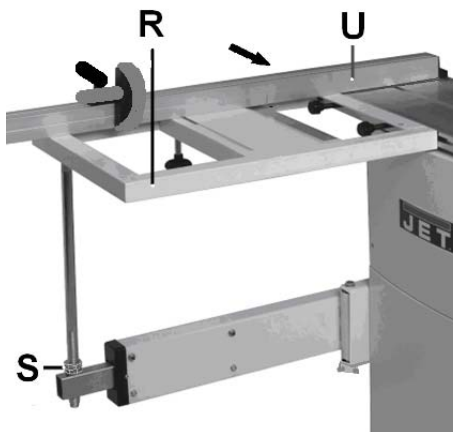
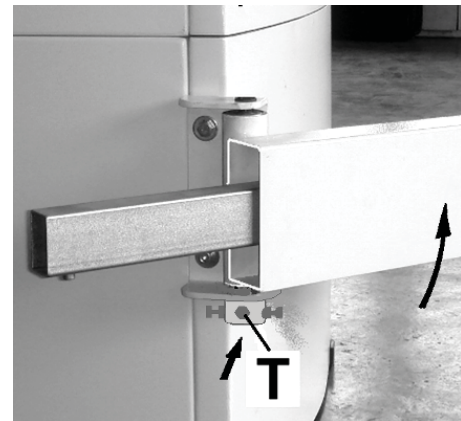

Рис. 12
Рис. 13
- Стол каретки устанавливается на телескопической штанге (R, рисунок 12).
- Телескопическая штанга регулируется на заводе. Каретка перемещается к телескопической штанге под прямым углом (как показано на рис. 12).
- Установите шкалу поперечного упора при помощи гаек (S) на уровне рабочего стола станка.
- Используйте поперечный упор (U) в качестве поперечной линейки.
- Переместите каретку вперед. В случае понижения высоты стола необходимо закрепить левый болт (Т, рис. 13).
- Не устанавливайте поперечный упор (рис. 12, U) во время работы станка.
- Регулировка упора на 90° (R, рис. 12) производится на заводе. Для перестановки центр вращения необходимо переместить в Т-образном пазе торцовочного упора. Проверьте правильность установки на пробной заготовке.